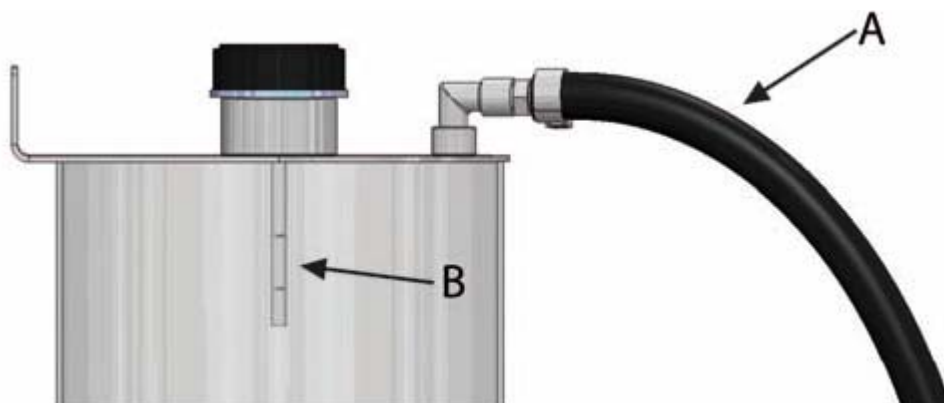

Figura 13. Tubo di ritorno del serbatoio
4. Staccare il tubo di ritorno dal serbatoio (figura 13, punto A) e mantenerlo al disotto del serbatoio. In questo modo l'olio fuoriesce dalla cassa del cuscinetto ed il circuito si riempie di olio nuovo. Il tempo necessario per scaricare l'olio dipende da quanto il serbatoio è distante dalla cassa del cuscinetto. Il colore dell'olio indica se tutto quello vecchio è stato scaricato.
6. Controllare il livello per mezzo dell'asta posta sul tappo del serbatoio (figura 13, punto B). Se non c'è olio a sufficienza questo smetterà di circolare. Quando l'asse comincia a ruotare il sistema genera una pressione nel tubo di ritorno ed il livello dell'olio nel tubo aumenterà.